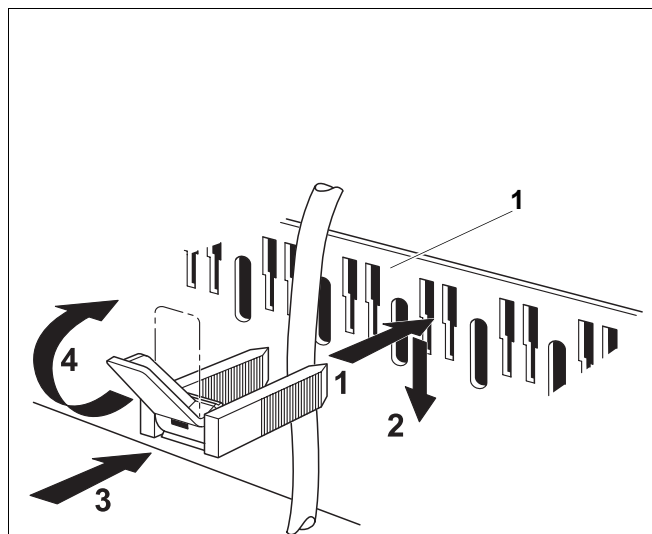

Рис. 19 Крепление провода хомутом
- Вставьте хомут с вложенным в него проводом сверху в шлицы рамки (рис. 19, **поз. 1**), пластинка рычага при этом должна быть направлена вверх (рис. 19, шаг 1).
- Сдвиньте хомут вниз (рис. 19, шаг 2).
- Нажмите на хомут (рис. 19, шаг 3).
- Поверните рычажок вверх (рис. 19, шаг 4).